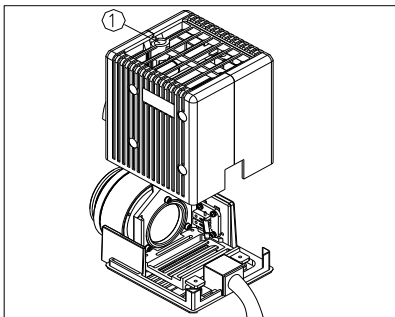

图 2
(1) 用随机附带的 M4 内六角扳手拧开固定螺钉①，拿掉罩壳组。（如图 2）